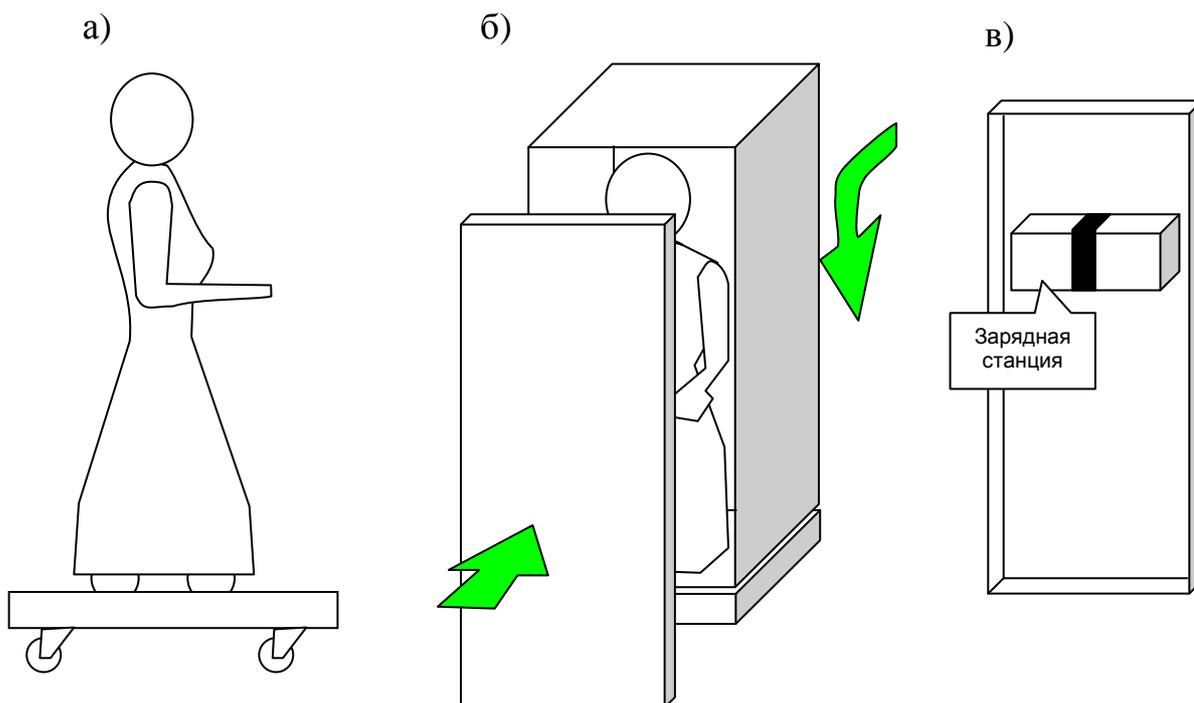

Рис. 9 – размещение робота в кофре для транспортировки:
3. Допускается использовать нижнюю крышку бокса для транспортировки, как тележку для перевозки робота на небольшие расстояния (Рис. 9, а).
Схема размещения робота в боксе для транспортировки показана на Рис. 9.